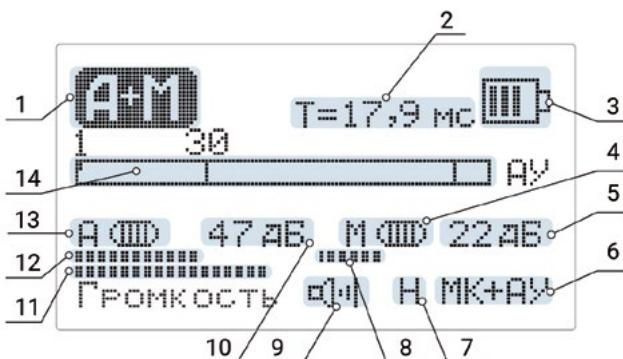

Рисунок 12
Перед переключением на канал «А+М» необходимо настроить частотные характеристики акустического канала в режиме «АУ» (п. 4.8.2.). Индивидуальная настройка частотных характеристик канала «АУ» может существенно ослабить влияние акустических помех при поиске МП. Основной экран канала «А+М» **Рис. 12**.
4.10.1. Линейная шкала текущего уровня сигнала (**поз.14, Рис. 12**) разделена по горизонтали на две половины. Верхняя половина – уровень акустического сигнала. Нижняя половина – уровень магнитного сигнала. Мгновенный уровень сигнала отображается заполнением шкалы и вертикальной линией, фиксирующей максимум и существующий до прихода следующего импульса, но не более 3 сек. Графическое отображение уровня сигналов дублируется динамической индикацией числового значения уровня в течение примерно 0,2 сек после достижения определенного уровня. Числовое значениедается в процентах от максимального допустимого сигнала.
- 4.10.3. Для корректной работы приемника в данном режиме необходимо установить такой уровень усиления в каналах А и М, при котором происходит синхронная с импульсами ударного генератора индикация срабатывания пороговых устройств – заполнение овальных значков справа от знаков А и М (**поз. 13 и поз. 4 Рис. 12**). Это будет происходить при уровне сигналов порядка 90 % от максимума. Установленный уровень усиления должен поддерживаться неизменным на каждом шаге при продвижении по трассе поиска. Выполнение этого условия обеспечит достоверную оценку ключевого параметра режима «А+М» – задержки распространения акустического сигнала – **поз. 2 Рис. 12**.
- 4.10.6.4. Стока меню «Выход на ТЛФ». Выбранный канал (АУ, МК или АУ + МК) подключается для прослушивания к телефонам. В основном экране символ выбранного канала отображается в правом нижнем углу (**поз. 6, Рис. 12**).